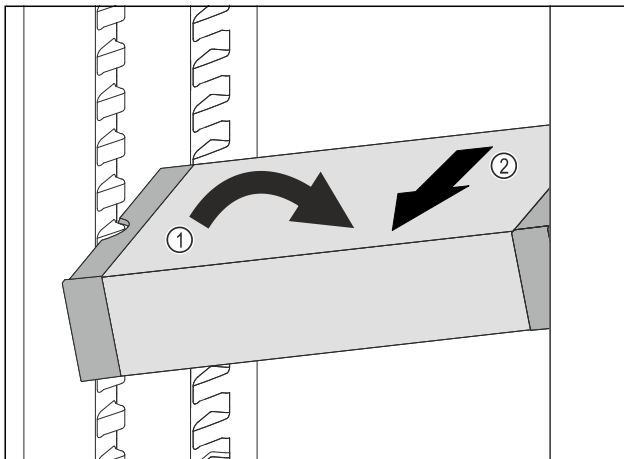

Fig. 115
- VarioSafe im Kühlteil schräg stellen. Fig. 115 (1)
- VarioSafe nach vorne entnehmen. Fig. 115 (2)